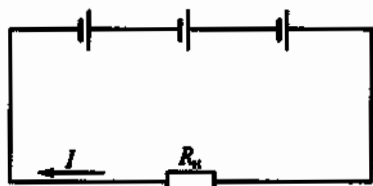

Рис. 8
1.15. Какой будет ток I в цепи батареи, образованной последовательным соединением трех одинаковых гальванических элементов (рис. 8) и питающей нагрузку $R_n = 9$ Ом, если ЭДС каждого гальванического элемента $E = 1,5$ В, а внутреннее сопротивление $R_0 = 3$ Ом?